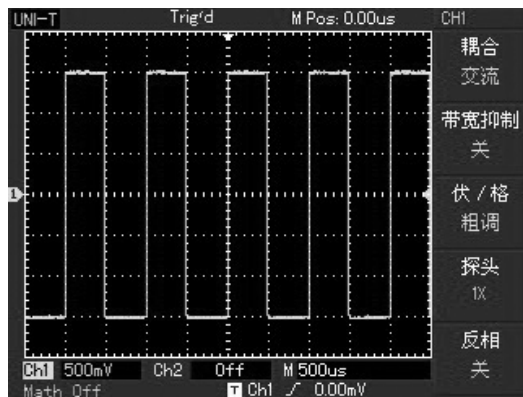

图1-7 探头补偿信号
- ③. 把探头的探针和接地夹连接到探头补偿信号的相应连接端上。按 **[AUTO]** 按钮。几秒钟内，可见到方波显示(1kHz, 约3V, 峰峰值)，见图1-7。以同样的方法检查CH2，按 **[OFF]** 功能按钮以关闭CH1，按 **[CH2]** 功能按钮以打开CH2，重复步骤2和步骤3。